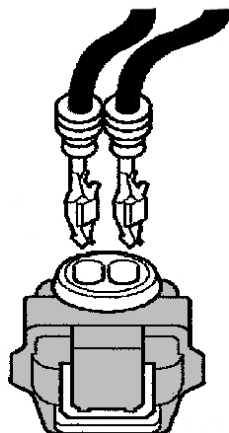

Abb. 2
- Anschlusskontakte in das neue Steckergehäuse einrasten (s. Abb. 2)